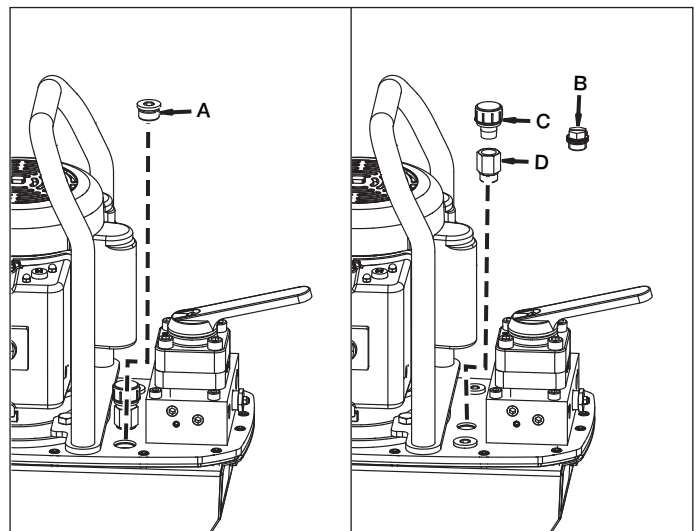

Abbildung 3: Öleinfüllverschluss des Tanks und Entlüftungsstopfen
Wenn der Ölstand niedrig ist, entfernen Sie den Öleinfüllverschluss (A) von der Abdeckplatte der Pumpe und füllen bei Bedarf Öl nach. Siehe Abbildung 3. Beachten Sie, dass die ZW2-Modelle eine Verlängerung für den Öleinfüllstutzen umfassen, die in Abbildung 1 dargestellt ist.
An der Abdeckplatte der Pumpe ist ein Transportstopfen (B) angebracht. Siehe Abbildung 3.